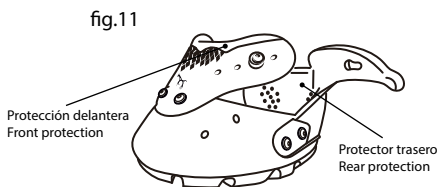

fig.11
1. Para instalar el calcetín de neopreno , retira las protecciones delantera y trasera mostradas en la Fig. 11
1. To install the socks, first remove the front and rear protections as shown in Fig 11